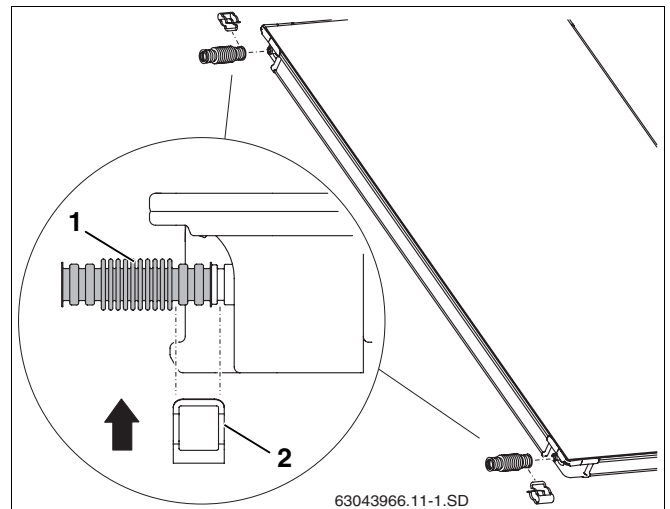

Fig. 47 Montaje de la unión de tubo ondulado al primer colector
- ▶ Monte las uniones de tubo ondulado (fig. 47, **pos. 1**) sobre las conexiones a la izquierda del primer colector.
- ▶ Deslice la abrazadera (fig. 47, **pos. 2**) sobre la unión del tubo ondulado y la conexión del colector para asegurar dicha conexión.